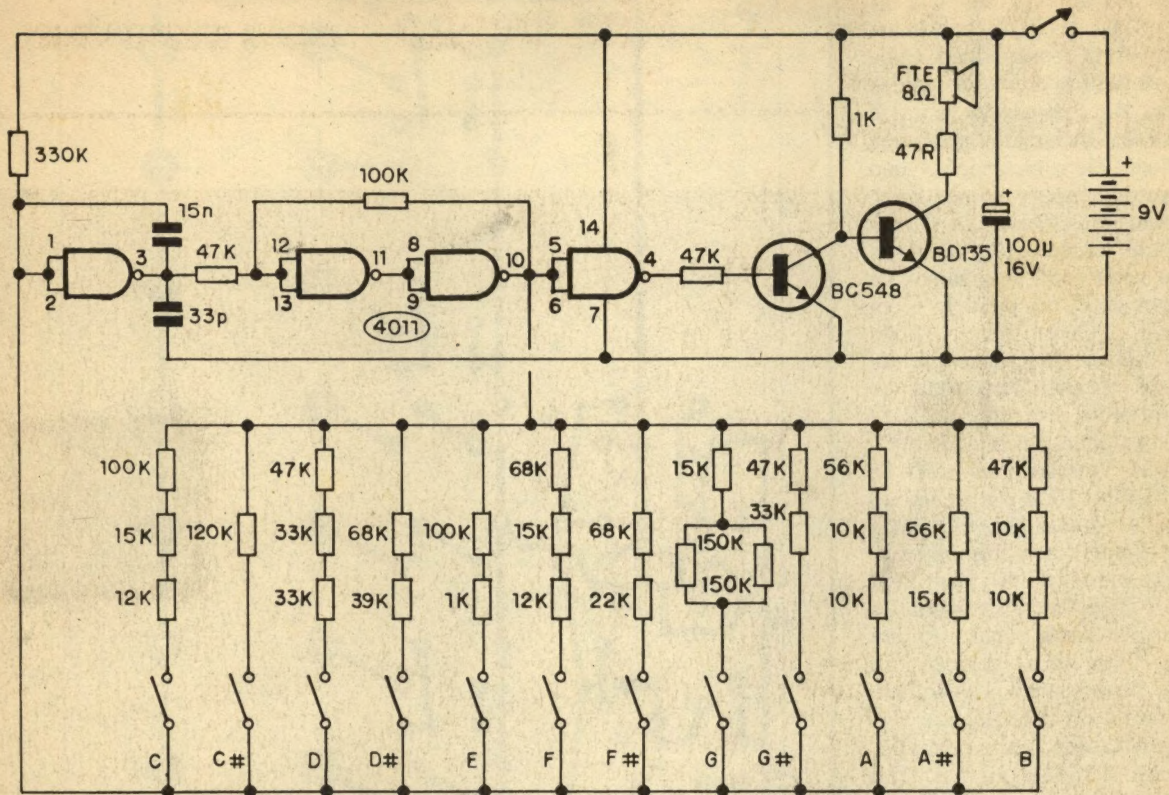

Fig. 1
- **FIG. 1 - O CIRCUITO** - Um oscilador "mestre" formado pelos três primeiros **gates** de um Integrado digital C.MOS 4011, super-comum, ou seja: os blocos delimitados pelos pinos 1-2-3, 11-12-13 e 8-9-10... O arran-